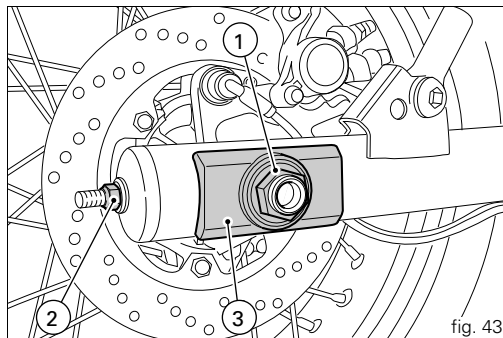

fig. 43
Pour régler la tension, desserrer l'écrou (1, fig. 43) de l'axe de roue, visser les écrous (2) de la même quantité (tourner dans le sens des aiguilles d'une montre) des deux côtés du bras oscillant pour augmenter la tension ou dévisser pour diminuer la tension. Dans ce dernier cas, il faut pousser la roue vers l'avant.
Contrôler que le coulisseau (3, fig. 43) est en face des repères des deux côtés du bras oscillant ; cette position garantit le parfait alignement de la roue.